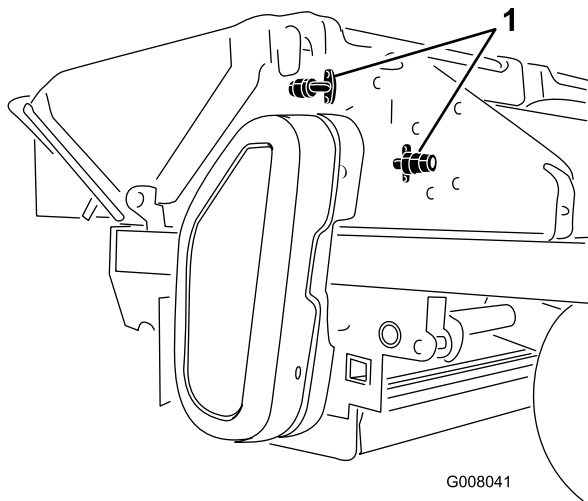

Bild 36
1. Verwenden Sie nach dem Abschluss der Arbeiten die Wasseranschlüsse (Bild 36) oder spritzen Sie den Häkslerbereich ab.